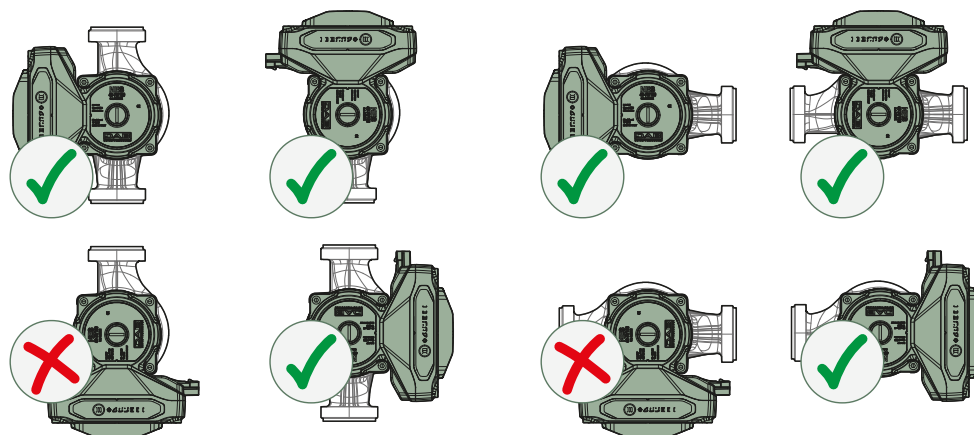

Fig. 7
È possibile ruotare l'interfaccia utente in posizioni differenti rispetto a quella standard, fare riferimento Fig. 7.
- i Prestare attenzione alla differenza tra temperatura ambiente e temperatura del liquido: Nel caso in cui la temperatura ambiente sia più elevata della temperatura del liquido si rischia la formazione di condensa; tale condensa deve e può essere scaricata attraverso almeno uno dei tre fori di scarico posizionati sul corpo motore (Fig. 7). In caso di rischio condensa, assicurarsi che il corpo motore non sia posizionato con il dispositivo di controllo elettronico verso il basso, poiché la condensa danneggerebbe l'elettronica.